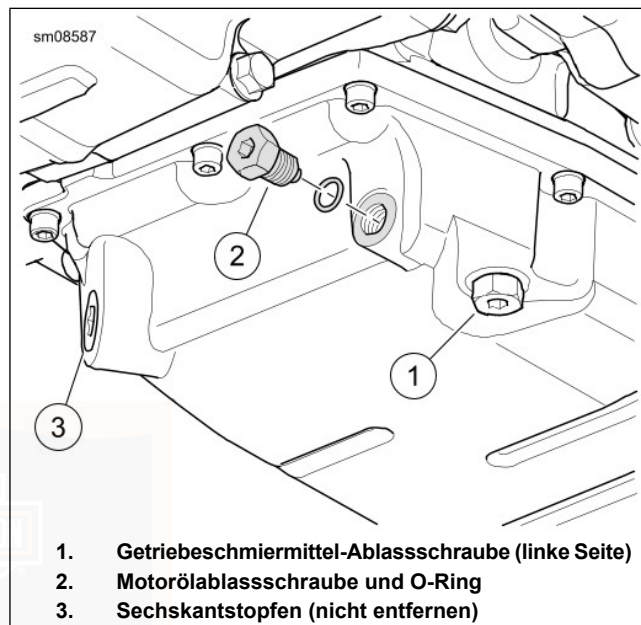

Abbildung 92. Ölwanne
3. Siehe Abbildung 92. Die Ölablassschraube (2) und den O-Ring entfernen. Das Öl vollständig ablaufen lassen.